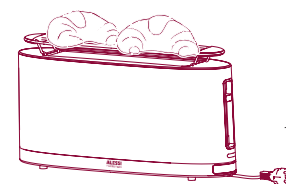

Fig. 11
- 2 Placer deux pièces à la fois (maximum) dans la partie centrale de la grille chauffe-croissants (fig. 11).